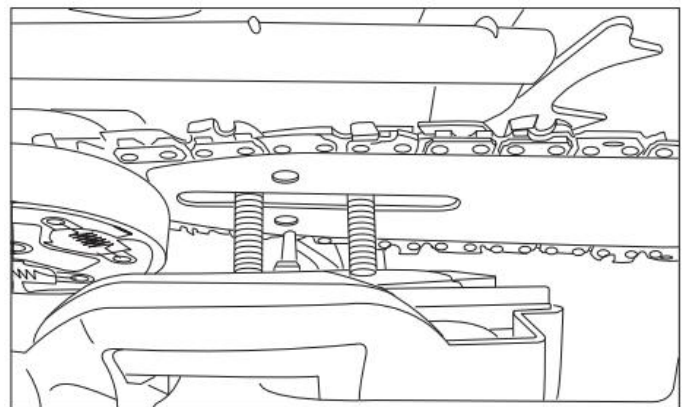

Fig.8
9. Remettez le couvercle de protection de sorte que les boulons s'insèrent dans les trous prévus et que la goupille de tension de la chaîne s'insère dans le trou inférieur du guide (fig. 8).